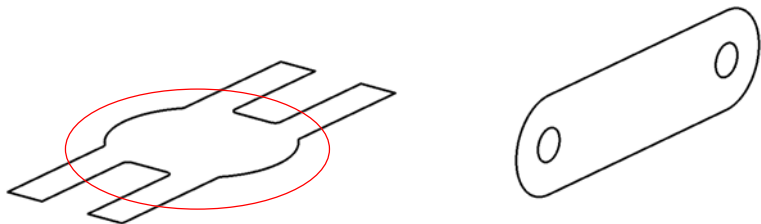

图 19-12 俯视时绘制横梁的俯视图, 前视时绘制横梁的前视图
1) 在视图为俯视时绘制横梁的俯视图, 中间部分(椭圆内部分)严格按尺寸绘制, 但两侧可画的比要求尺寸长一些; 在视图为前视时严格按尺寸绘制横梁的前视图; 接下来将视图设为西南等轴测, 如图 19-12 所示。视图的转换过程可利用“视图”工具栏。